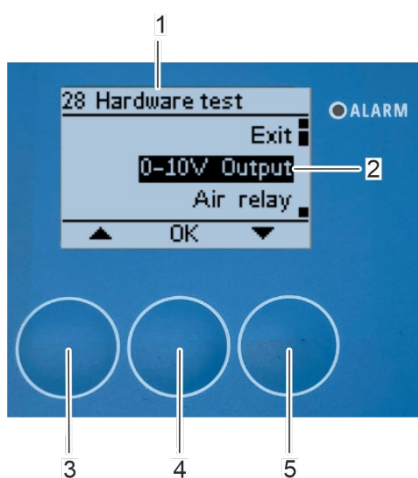

Figura 142: Abrir el submenú «Salida 0-10 V»
⇒ Siempre que la instalación eléctrica se haya realizado correctamente, el submenú «28 Prueba del hardware» (Figura 142/1) vuelve a mostrarse en la pantalla y se mueve el rotor.
5. Una vez que se haya comprobado la salida de 0-10 V, seleccione el submenú «Salida 0-10 V» (Figura 142/2) y confírmelo pulsando [Aceptar] (Figura 142/4).